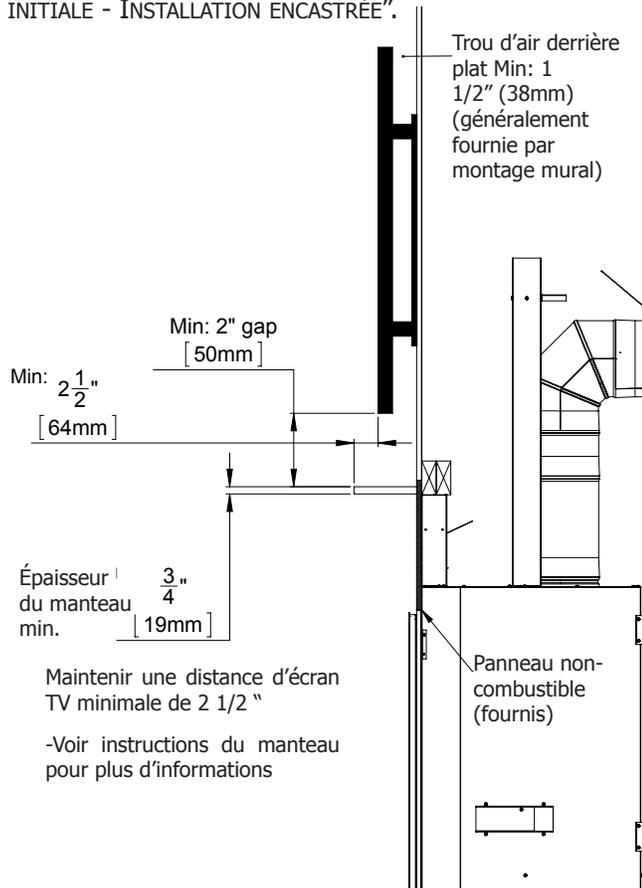

Figure 59. Installation Minimale de la Télévision
**Manteau Seulement Installaton:** Maintenez toujours les dégagements minimums (voir Figure 59). La profondeur totale du téléviseur, y compris le support mural, déterminera la profondeur minimale autorisée du manteau.